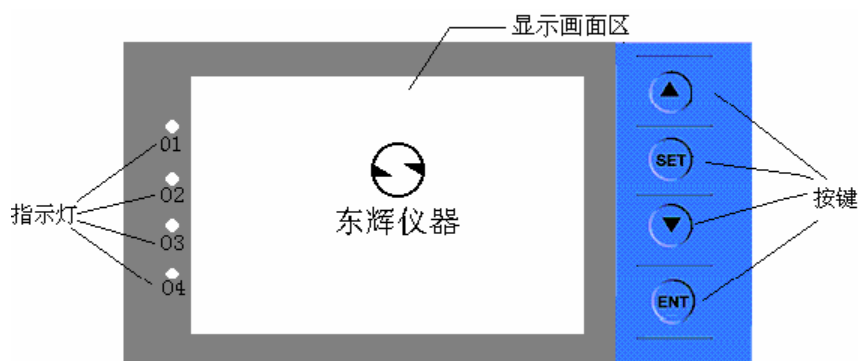

图 1: 启动画面
2. **启动画面：**启动时系统显示“东辉仪器”，如图 1 所示。